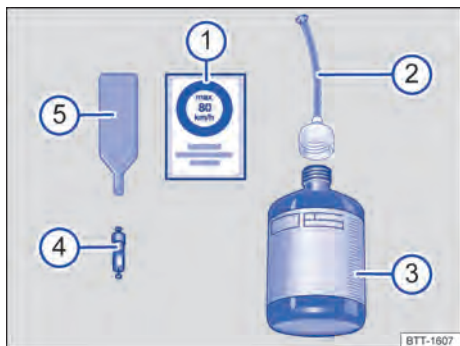

Fig. 242 Representação esquemática: componentes do kit de reparo dos pneus.
O kit de reparo dos pneus é composto pelos seguintes componentes → Fig. 242:
- ① Conector do cabo 12 V.
- ② Interruptor LIGA-DESLIGA.
- ③ Indicação da pressão dos pneus.
- ④ Parafuso de sangria de ar.
- ⑤ Mangueira de enchimento dos pneus.
- ⑥ Compressor de ar.
A **chave para remoção do elemento da válvula** → Fig. 242 ⑤ possui uma fenda na extremidade inferior, na qual se ajusta o elemento da válvula. Somente assim é possível remover e reinstalar o elemento da válvula do pneu. Isto também é válido para o elemento da válvula de reposição ④. ▶
12. Colar a etiqueta adesiva → Fig. 242  do kit de reparo dos pneus no campo de visão do condutor no painel de instrumentos.
- Com a chave para remoção do elemento da válvula → Fig. 242 , desenroscar o elemento da válvula da válvula do pneu e colocá-lo sobre uma superfície limpa.
- Agitar a garrafa para enchimento dos pneus → Fig. 242  algumas vezes com força.
- Rosquear a mangueira de enchimento → Fig. 242  com firmeza no sentido horário sobre a garrafa para enchimento dos pneus. A película na tampa é perfurada automaticamente.
- Remover a vedação da tampa da mangueira de enchimento → Fig. 242  e introduzir a extremidade aberta totalmente na válvula do pneu.
- Rosquear novamente o elemento da válvula com a chave para remoção do elemento da válvula → Fig. 242  na válvula do pneu. ►